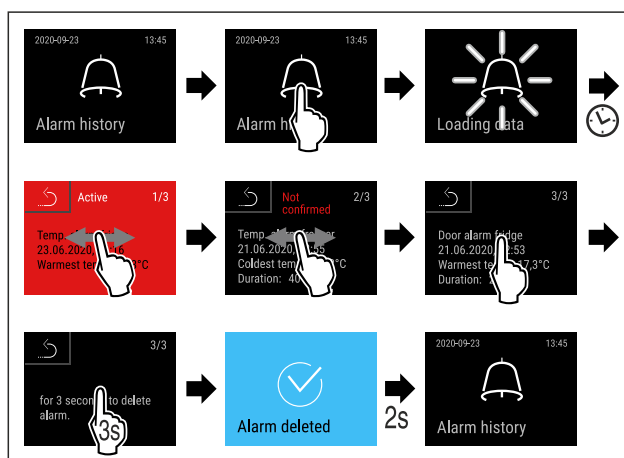

Fig. 156
- ▶ Seguir los pasos de procedimiento (consulte Fig. 156) .